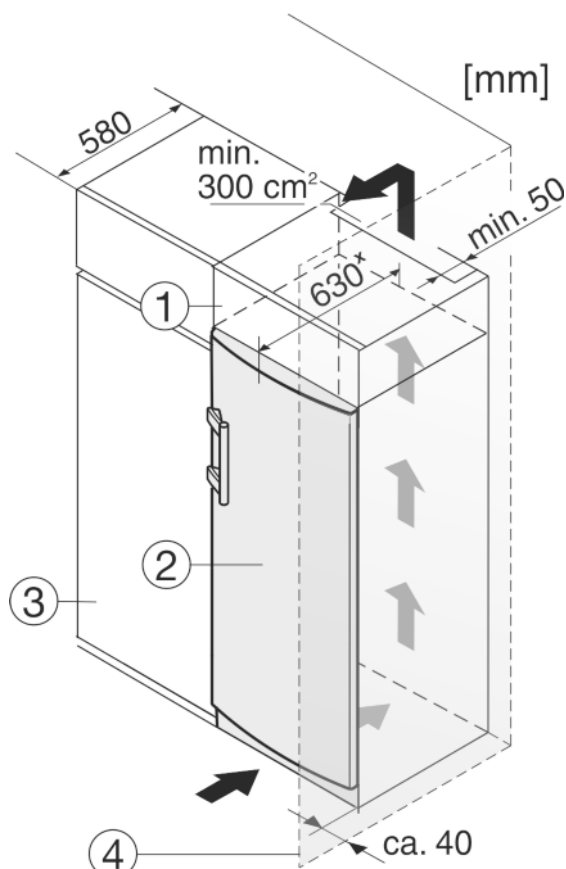

Fig. 11
- (1) Дополнительный шкафчик
- (2) Устройство
- (3) Кухонный шкаф
- (4) Стенка
Устройство может быть окружено предметами кухонной обстановки. Чтобы уравнивать устройство *Fig. 11 (2)* по высоте с кухонной стенкой, можно установить над устройством соответствующий дополнительный шкафчик *Fig. 11 (1)*.
При комбинировании с кухонными шкафами (глубина макс. 580 мм) устройство можно установить непосредственно рядом с кухонным шкафом *Fig. 11 (3)*. Устройство выступает сбоку на 34 мм* и по центру на 50 мм* относительно передней стенки кухонного шкафа.
Если устройство установлено на шарнирах у стены *Fig. 11 (4)*, то расстояние между устройством и стеной должно быть не менее 40 мм. Настолько выступает ручка при открытой двери.